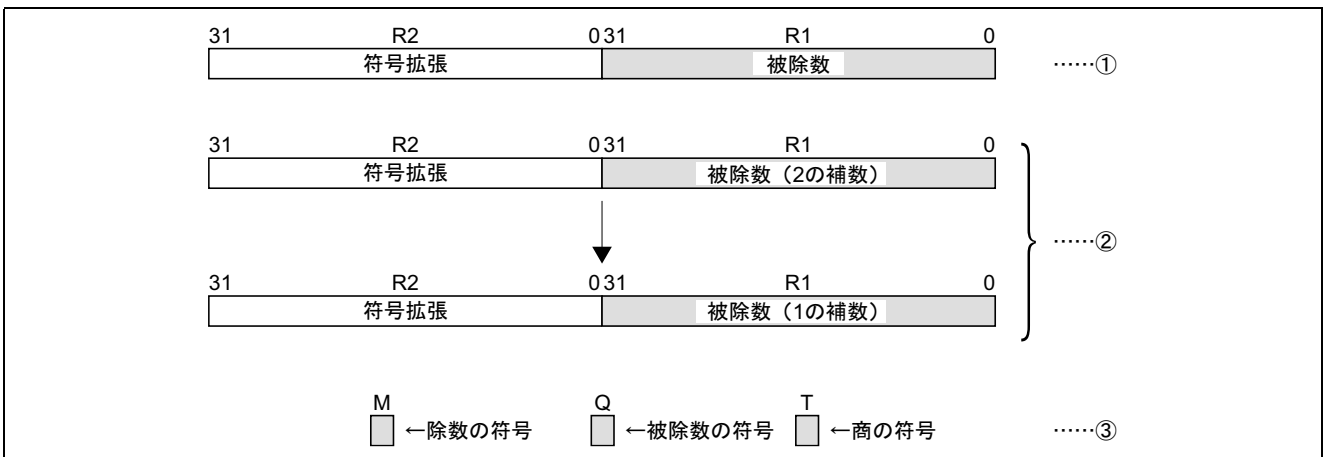

図 2 初期設定
- i. R2 を上位 32 ビットとし、被除数を 64 ビットに符号拡張します。(図 2 - ①)
- ii. 被除数が負の場合、1 ステップ除算命令で扱えるように 1 の補数に変換します。(図 2 - ②)
- iii. 1 ステップ除算で使用する M、Q および T ビットを符号付き除算の値 (M = 除数の符号、Q = 被除数の符号、T = 商の符号) に設定します。(図 2 - ③)